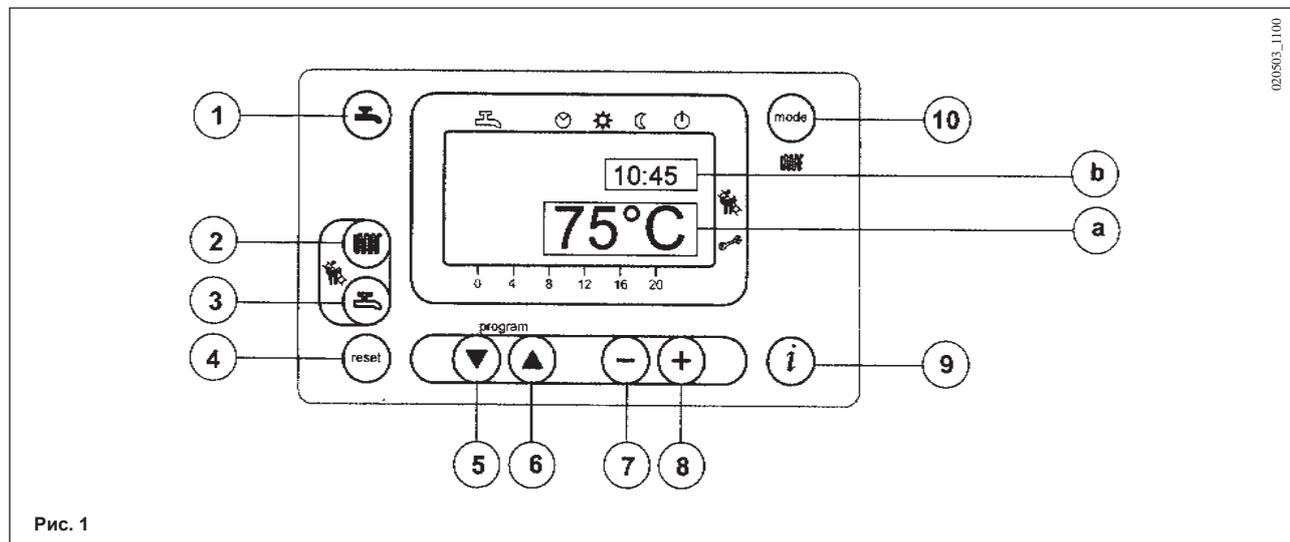

Рис. 1
- нажмите кнопку  (2 – рис. 1), чтобы приступить к установке температуры центрального отопления;
- нажмите любую из кнопок  или  (1 или 10 – рис. 1), чтобы сохранить результат и вернуться в главное меню.
При подключенном датчике наружной температуры кнопку  (2 – рис. 1) можно использовать для смещения климатической кривой центрального отопления. Чтобы уменьшить или увеличить комнатную температуру в отапливаемых помещениях, нажимайте кнопки  или .
- нажмите кнопку  (3 – рис. 1), чтобы приступить к установке максимальной температуры горячего водоснабжения;